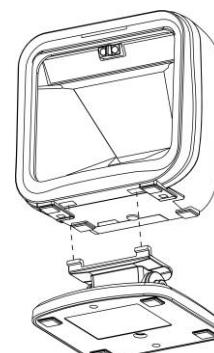

图 2-1
- 1、如图 2-1 所示，把底座上的两个扣臂插入影像平台底部对应的凹槽中。